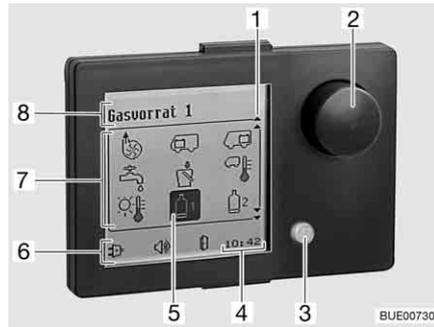

Fig. 141 Display LCD
- Lettura delle informazioni (Fig. 141,8)
- Finestra dei simboli (Fig. 141,7)
- Lettura dello stato (Fig. 141,6)
Nella finestra dei simboli (Fig. 141,2) azionando il pulsante a rotazione è possibile selezionare i simboli e richiamarne i relativi menu. La presenza di frecce (Fig. 141,1) significa che nella direzione indicata si trovano ulteriori simboli.
- Azionare il pulsante a rotazione fino a che il simbolo desiderato viene evidenziato (Fig. 141,5).
Per uscire dal menu selezionare e attivare la croce nell'angolo in alto a destra del display oppure premere il pulsante blu (Fig. 141,3).
Inoltre la lettura dello stato indica continuamente l'ora attuale (Fig. 141,4).